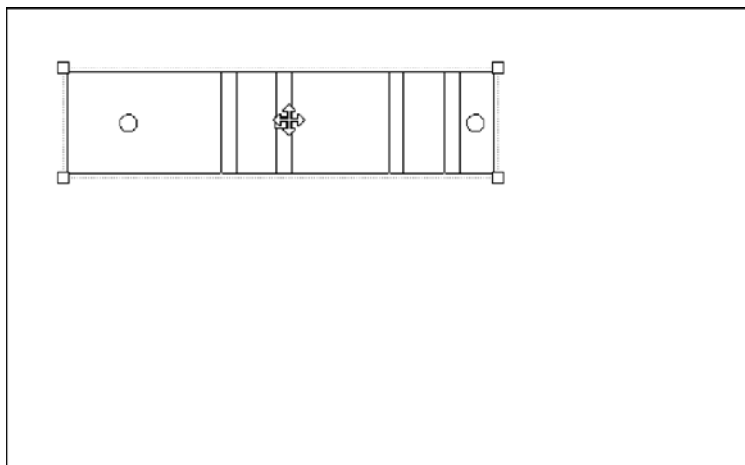

图 8-23 调整一般视图后
(7) 此时如果觉得插入的一般视图的放置位置不满意，可以在不选中 (锁定视图移动) 按钮的情况下，使用鼠标来对一般视图进行移动，直到获得满意的放置位置为止，效果如图 8-23 所示。调整一般视图的放置位置后，可以再次单击 (锁定视图移动) 按钮，以锁定视图移动。